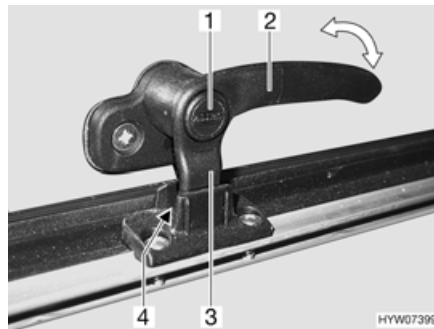
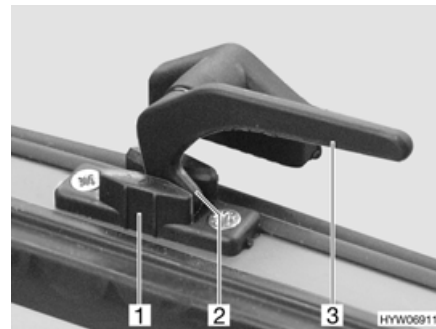

Bild 71 Verriegelungshebel mit Sicherungsknopf in Stellung "Dauerbelüftung"
Bild 72 Verriegelungshebel in Stellung "Dauerbelüftung"
- in Stellung "Dauerbelüftung" (Bild 71 und Bild 72)
- Wenn vorhanden, Sicherungsknopf (Bild 71,1) drücken und gedrückt halten.
- Den Verriegelungshebel (Bild 71,2 oder Bild 72,3) eine viertel Umdrehung zur Fenstermitte hin drehen.
- Den Verriegelungshebel wieder zurückdrehen. Die Verriegelungsnase (Bild 71,3 oder Bild 72,2) am Verriegelungshebel dabei in die Aussparung der Fensterverriegelung (Bild 71,4 oder Bild 72,1) einfahren.
- Wenn vorhanden, Sicherungsknopf (Bild 71,1) loslassen.